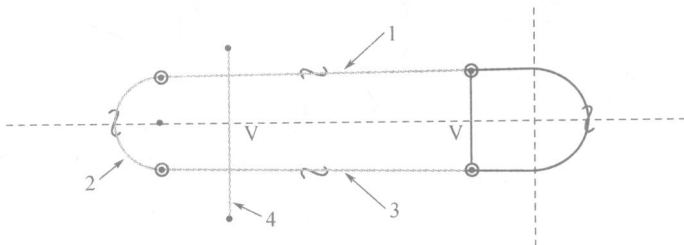

图 7-7
④ 点击 , 完成右侧突起结构。
⑤ 点击拉伸按钮  → **【Placement(放置)】** → **【Define(定义)】** → 点选“FRONT”作为草图平面 → **【Sketch(草绘)】** 进入草绘环境 → 点击 , 关闭平面的显示 → 点击  按钮 → 点选图 7-7 所示的 1,2,3 处以引用其作为草图图元 → 绘制图示直线 4。